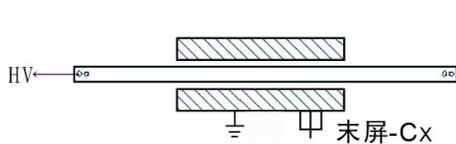

图 6-8 套管正接法
- (1)：正接法、电压为 10KV、解开末屏接地、芯棒对末屏（常用）、接线见图 6-8